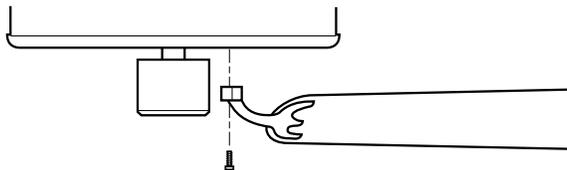

Figura 7d - Prendendo as Ferragens da Pá ao Eixo da Unidade do Ventilador
4. Para cada pá, coloque um parafuso de montagem da pá através da ferragem da pá como mostrado na Figura 7d e prenda levemente ao ventilador. Coloque o segundo parafuso de montagem da pá, em seguida aperte ambos os parafusos de montagem.